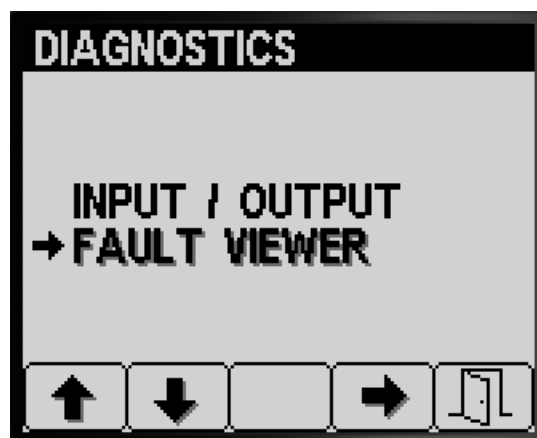

Рисунок 86
- Нажимайте кнопку 1 или 2 на экране Diagnostics (Диагностика), пока не перейдете к пункту FAULT VIEWER (ПРОСМОТР НЕИСПРАВНОСТЕЙ) (Рисунок 86).
- Нажмите кнопку 3 для выбора пункта FAULT VIEWER (ПРОСМОТР НЕИСПРАВНОСТЕЙ) (Рисунок 86).